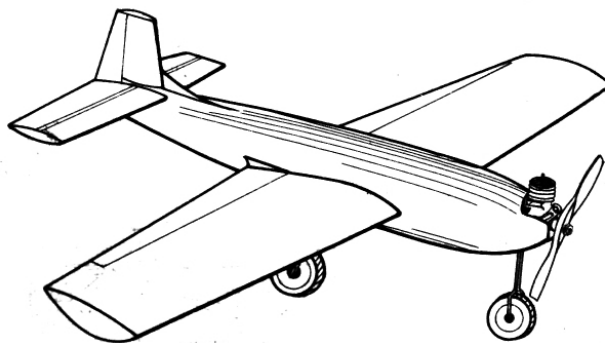

图 1-7 线操纵特技模型飞机
(1) 线操纵特技模型飞机——以一台活塞式内燃机为动力，通过两根操纵线，操纵模型飞机作圆周飞行和做筋斗、“∞”字等各种特技动作。如图 1-7。